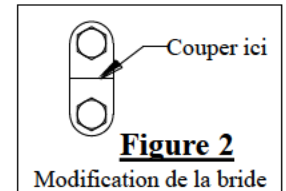

Figure 2
①	Qty. (8)	Hex Bolt – 9/16-18 x 2.00 GR5	⑤	Qty. (2)	Spacer – 3/8 x 1-1/2 x 3
②	Qty. (4)	Spacer – 1/4 x 1-1/2 x 2	⑥	Qty. (1)	Reinforcement Bracket
③	Qty. (8)	Flanged Locknut – 9/16-18	⑦	Qty. (1)	Reinforcement Bracket
④	Qty. (2)	Flat Washer (Hardened) – 9/16"
3. Cut bolt strap in half as shown in figure 2. Loosely reinstall bumper fasteners and reinforcement bracket inside frame.
①	Qté (8)	Boulon hexagonal – 9/16-18 x 2.00 GR5	⑤	Qté (2)	Espaceur – 3/8 x 1-1/2 x 3
②	Qté (4)	Espaceur – 1/4 x 1-1/2 x 2	⑥	Qté (1)	Support de renforcement
③	Qté (8)	Contre-écrou à embase – 9/16-18	⑦	Qté (1)	Support de renforcement
④	Qté (2)	Rondelle plate (trempée) – 9/16"
3. Couper la bride de boulon en deux, comme illustré à la figure 2. Sans trop serrer, réinstaller la visserie de pare-chocs et le support de renforcement à l'intérieur du cadre.